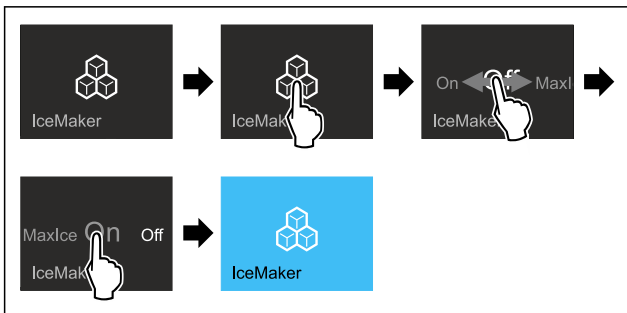

Fig. 26
► Stappen (zie Fig. 26) uitvoeren.